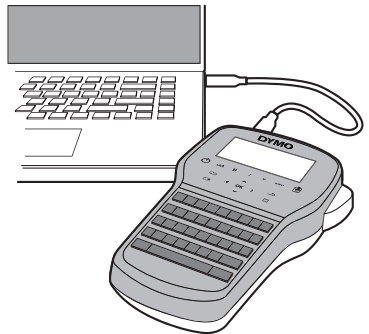

Figure 6
- 1 Raccordez le câble USB au port USB situé au haut de l'étiqueteuse. Voir la Figure 6.